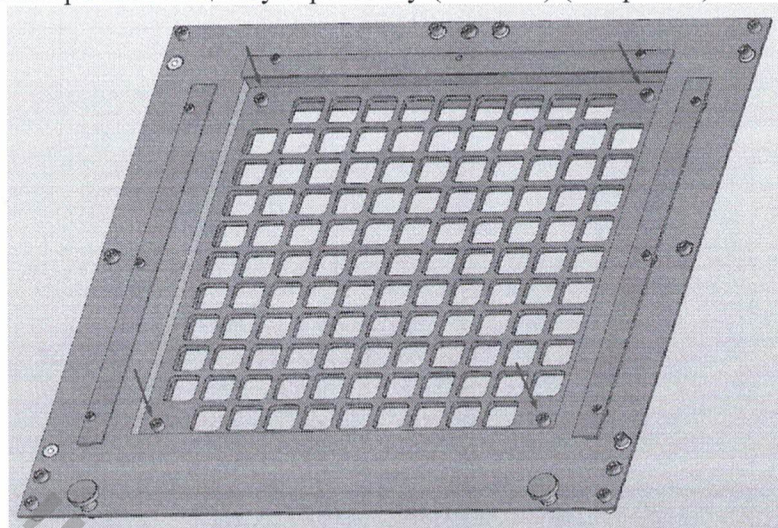

Рис. 5. Демонтаж защитной решетки осуществляется выкручиванием 4 винтов.
- 4) Демонтировать защитную решетку (4 винта) (см. рис. 5)..